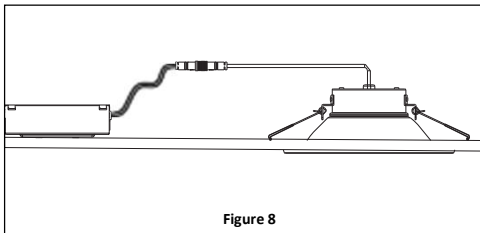

Figure 8
6. Libérez les attaches et poussez le luminaire vers le haut jusqu'à ce qu'il soit au ras du plafond. **Reportez-vous à la figure 8.**